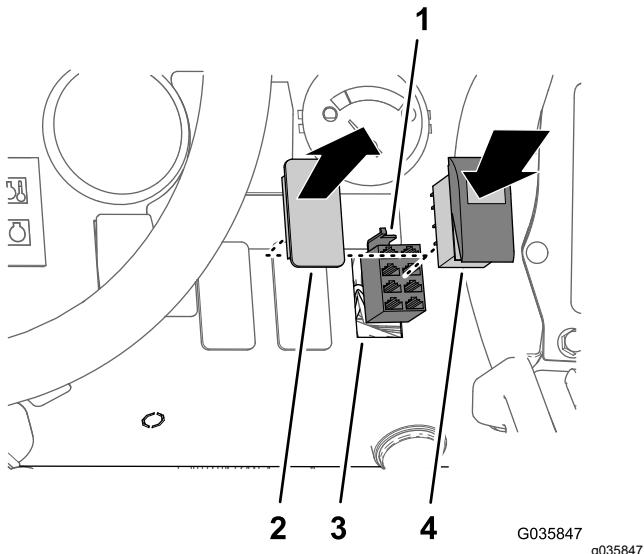

Рисунок 35
1. Удалите заглушку переключателя на приборной панели в месте, показанном на Рисунок 35.
2. Подсоедините 8-гнездовой соединитель жгута проводов доводочного комплекта стрелы с ультразвуковым выравниванием с маркировкой SONIC MODE MANUAL VS. Auto (Режим ультразвукового выравнивания — ручной/автоматический к клавишному переключателю (Рисунок 35).
3. Вставьте клавишный переключатель в отверстие приборной панели так, чтобы он надежно зафиксировался со щелчком на месте (Рисунок 35).